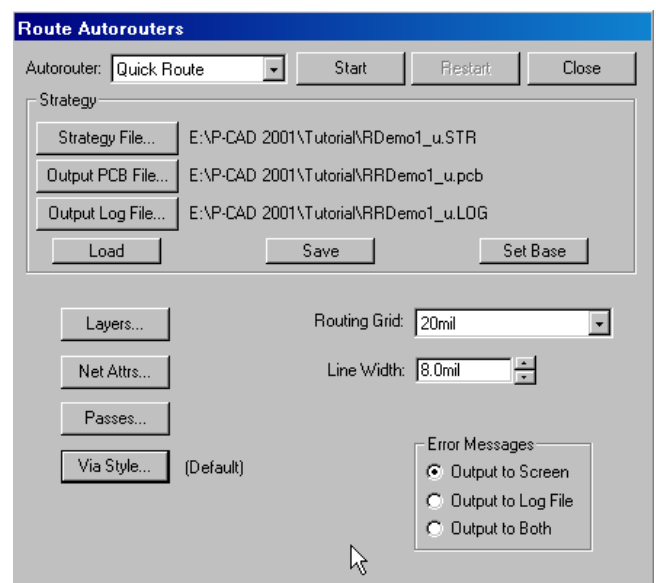

Рис. 10-1. Панель **Route Autorouters** для **QuickRoute**
В зависимости от выбора вид панели **Route Autorouters** несколько меняется. Для случая выбора трассировщика **QuickRoute**, панель имеет вид представленный на рис. 10-1.
3) Активизируйте команду **Route/Autorouters** и выберите в окне со списком *Auto-router* на панели **Route Autorouters** в качестве трассировщика QuickRoute (см. рис. 10-1).